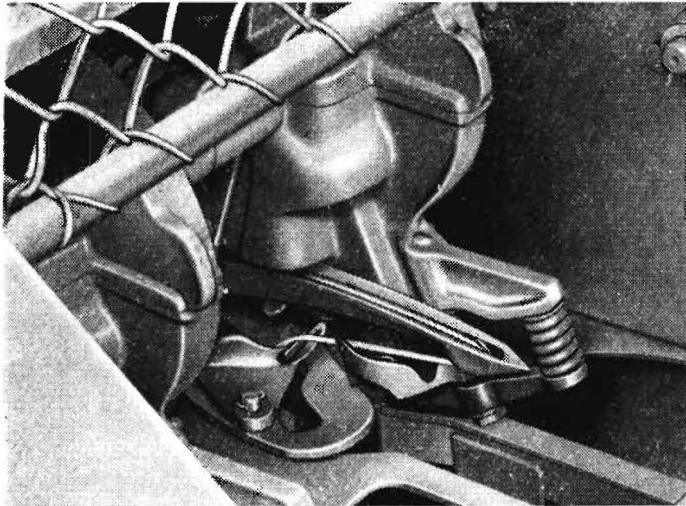

Bild 8
3. in die Mitnehmernut des Fadenfängers (Bild 8).